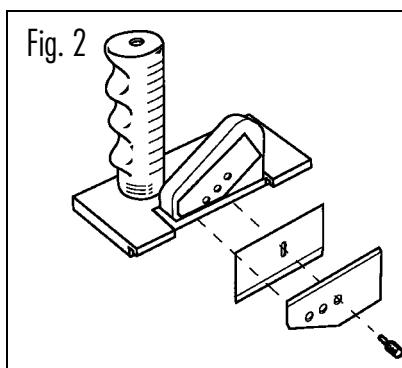

Fig. 2
- 1 Installeer mes door afdekeindplaat te verwijderen En plaats schuifmes inhouder Kies voor een veilige Diepteinstelling, enkelvoudige materiaal, dubbelv. mat (Fig 2).
- 1 Materiaalgeleider aanpassen aan breedte en knoppen (Fig. 2) aandraaien